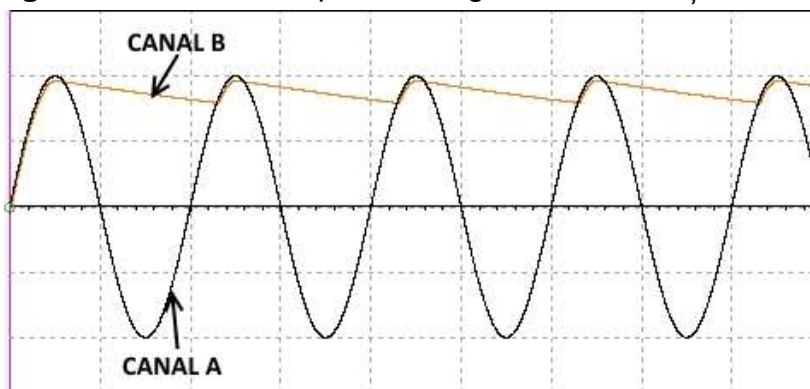

Figura 4.10 Oscilograma redresorului mono-alternanță – cu filtru
5. Cu întrerupătorul K în poziția închis (tensiunea este filtrată) se simulează funcționarea și se notează în tabelul 4.1 valorile U_{ef} și U_{med} indicate de voltmetrele din circuit și U_v indicată de osciloscop. Oscilograma în această situație este prezentată în **figura 4.10**. Osciloscopul este reglat la 10 V/div și 10 ms/div;